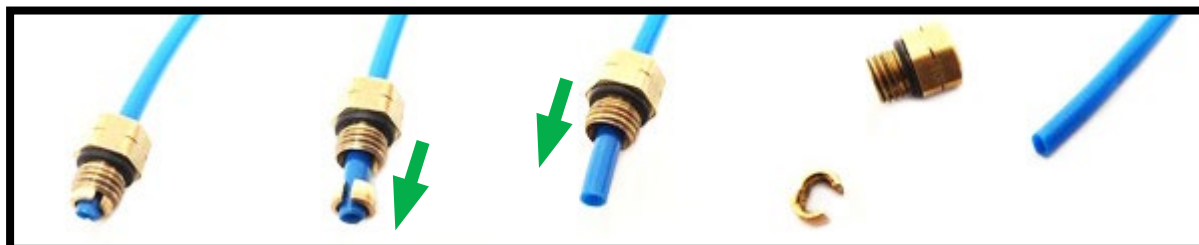

图 5
6. 拆除空气管路接头。打开卡扣，从空气软管上拆下接头的其余部分。（图5、6、7、8）